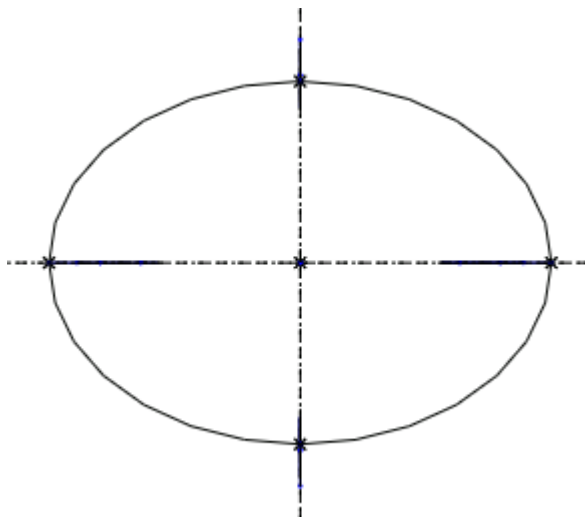

图 39-10
- (4) 单击 ，进入草绘工作环境，绘制如图 39-10 所示的椭圆（应使用几何约束工具，保证椭圆的 4 个极点与原始轨迹端点重合）。